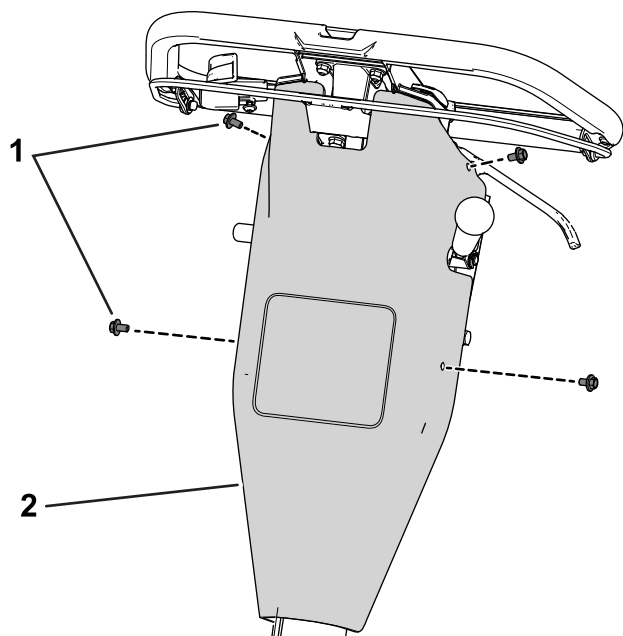

Figura 41
- B. Retire la cubierta de los controles retirando los tornillos que sujetan la cubierta de los controles al panel trasero (Figura 41).